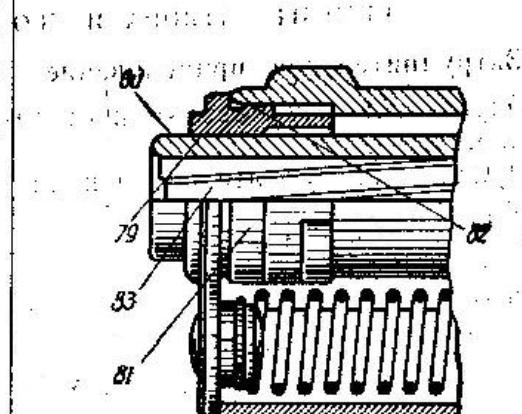

Рис. 29
а) Износ капала направляющей втулки (79 на рис. 29) и поверхности дульной части ствола (80 на рис. 29).
б) Износ наружного диаметра втулки (81 на рис. 29) и капала для нее в кожухе затвора (82 на рис. 29).
2. Износ канала ствола с дульной части (83 на рис. 29).